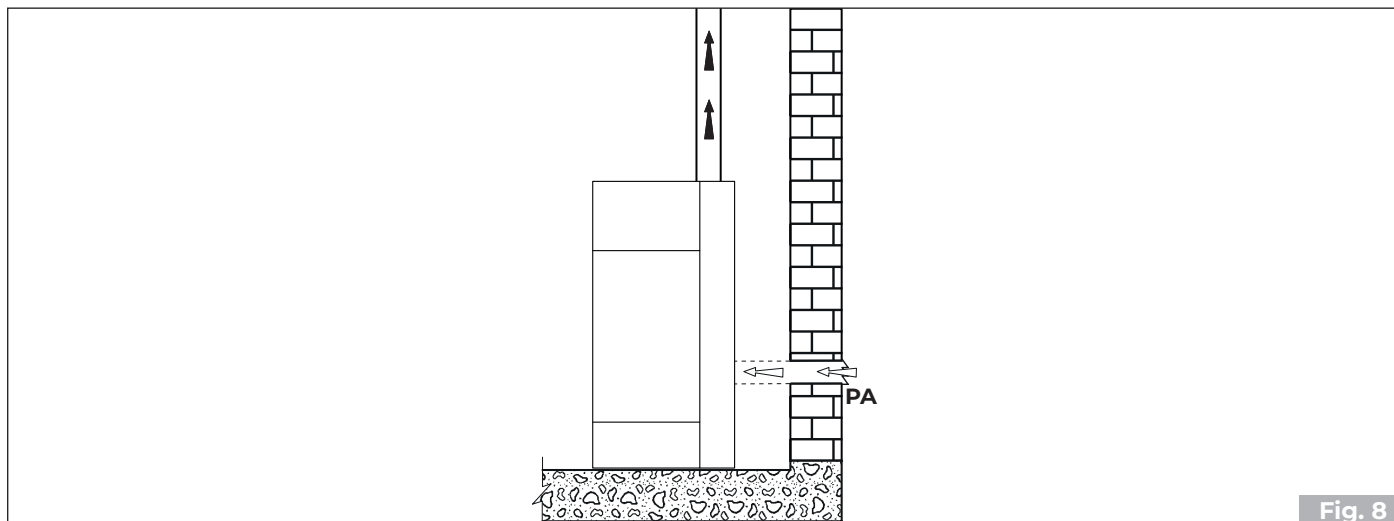

Fig. 8
- provenire dall'ambiente di installazione o da adeguati locali attigui (**Fig. 8**)
Realizzare la presa d'aria sulla parete (**Fig. 8 - PA** = Presa d'Aria), e lasciare che l'apparecchio sia libero di prelevare aria in ambiente avendo cura di collegare sul tubo di ingresso dell'aria il tratto di tubo corrugato, qualora venga fornito, fissandolo con la fascetta e piegandolo leggermente verso il basso al fine di prevenire eventuali effetti di risonanza.